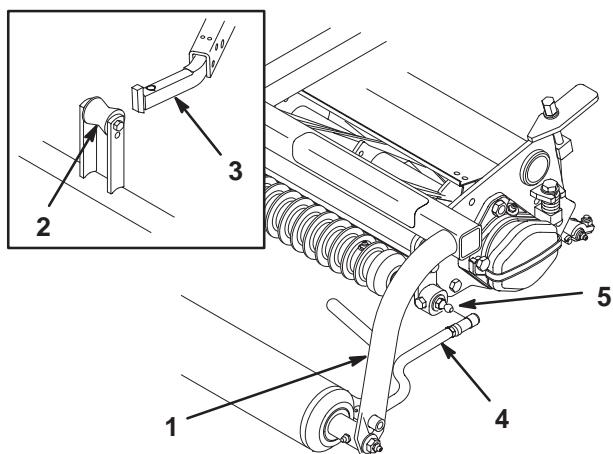

Figure 12
- Placez une rondelle et une rotule à chaque extrémité du rouleau avant sur les plateaux de coupe (Fig. 12).
3. Poussez le plateau de coupe sous le bâti de traction en accrochant le galet de relevage au bras de relevage (Fig. 12).
4. Repoussez la gaine sur la rotule et tournez le bras de traction vers le bas pour que la boîte s'adapte sur la sphère. Relâchez la gaine pour qu'elle vienne recouvrir le goujon, ce qui solidarise les ensembles (Fig. 12).